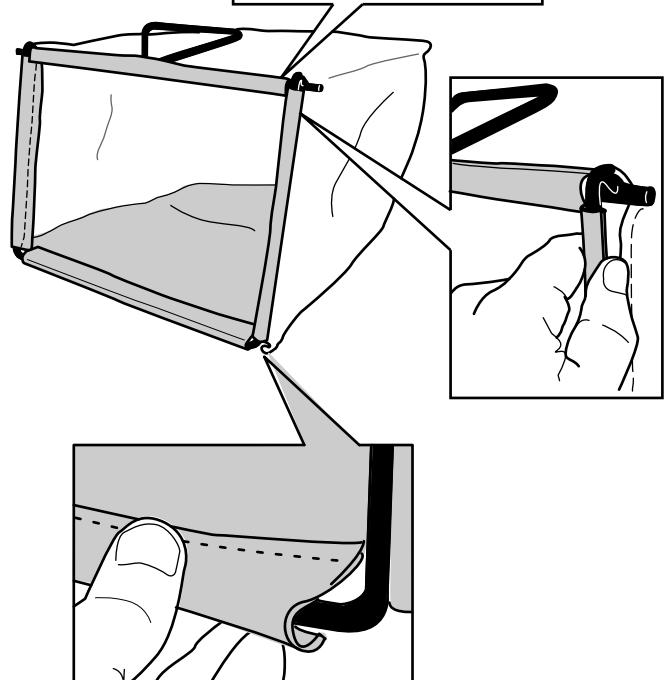

Figure 7
3. Accrochez la glissière supérieure et les glissières latérales du bac au sommet et sur les côtés de l'armature respectivement (Figure 7).
2. Accrochez la glissière inférieure du bac au bas de l'armature (Figure 7).